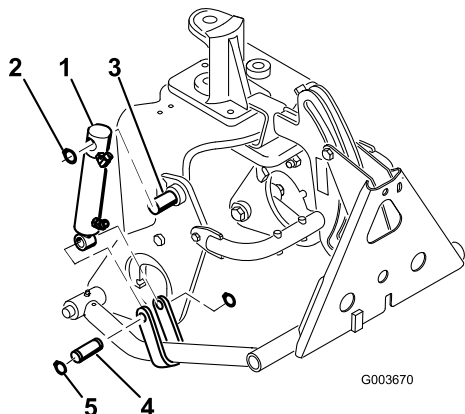

図 12
3. 油圧シリンダの胴体の上部を、右側のプラウ・プレートにピンを取り付け、リテーナ・リングで固定する（図 12）。このとき、
4. ピン1本とリテーナ・リング2本を使って、シリンダ・ロッドをプッシュ・アームのストラップに取り付ける（図 12）。